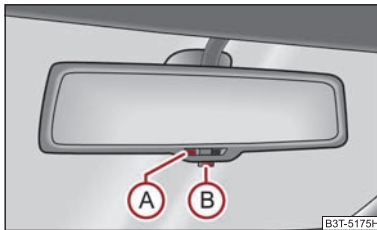

Fig. 66 Oglindea interioară cu efect heliomat automat
- Apăsați tasta B ⇒ fig. 66 - lampa de control A se aprinde.